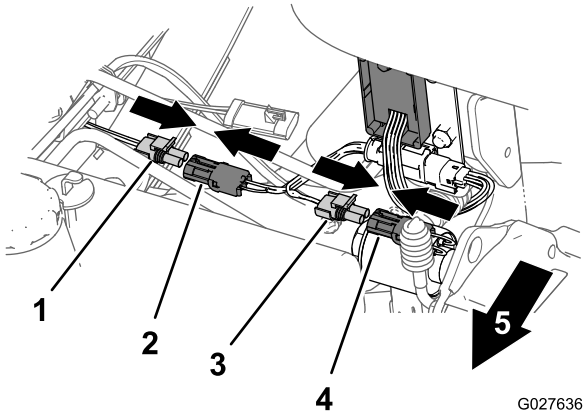

Figura 9
1. Collegate il connettore a 2 pin che avevate scollegato nella fase 1 di Montaggio del cablaggio del controller del relè e dell'adattatore sulla macchina (pagina 2) al connettore a 2 prese del cablaggio dell'adattatore (Figura 9).
2. Collegate il connettore a 2 pin del cablaggio dell'adattatore al connettore a 2 prese del cablaggio del differenziale del solenoide (Figura 9).